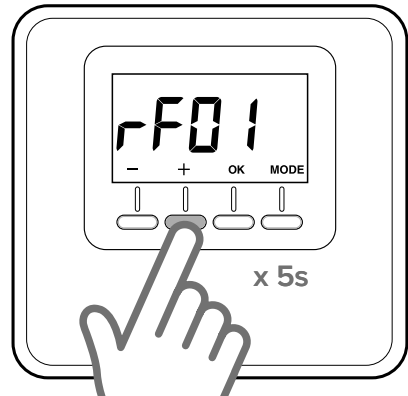

Abb. 6
- Erneut die Taste „+“ 5 Sekunden lang drücken, um zu den technischen Parametern zu gelangen. Das Display zeigt den Parameter „rF01“ (Abb. 6) an